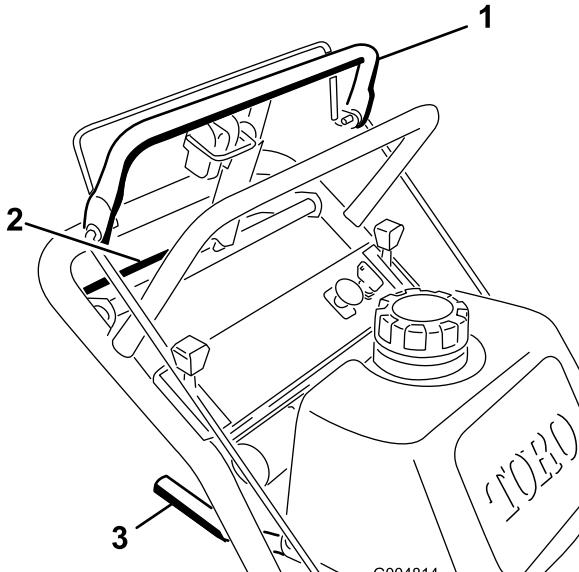

Figure 17
1. Pour vous déplacer en marche avant, sélectionnez une vitesse en marche avant (Figure 17).
3. Appuyez lentement sur la barre de commande supérieure pour avancer (Figure 17).
Pour vous déplacer en ligne droite, appliquez une pression égale aux deux extrémités de la barre de commande supérieure (Figure 17).
Pour tourner, relâchez la pression sur le côté de la barre de commande supérieure dans la direction que vous voulez prendre (Figure 17)
7. Engagez la barre de commande inférieure et soulevez la partie inférieure du guidon simultanément pour monter sur la bordure (Figure 17 et Figure 18).
3. Rapprochez lentement la barre de commande inférieure de la partie inférieure du guidon pour vous déplacer en marche arrière (Figure 17).
4. Engagez la barre de commande inférieure et soulevez la partie inférieure du guidon simultanément (Figure 17 et Figure 18).